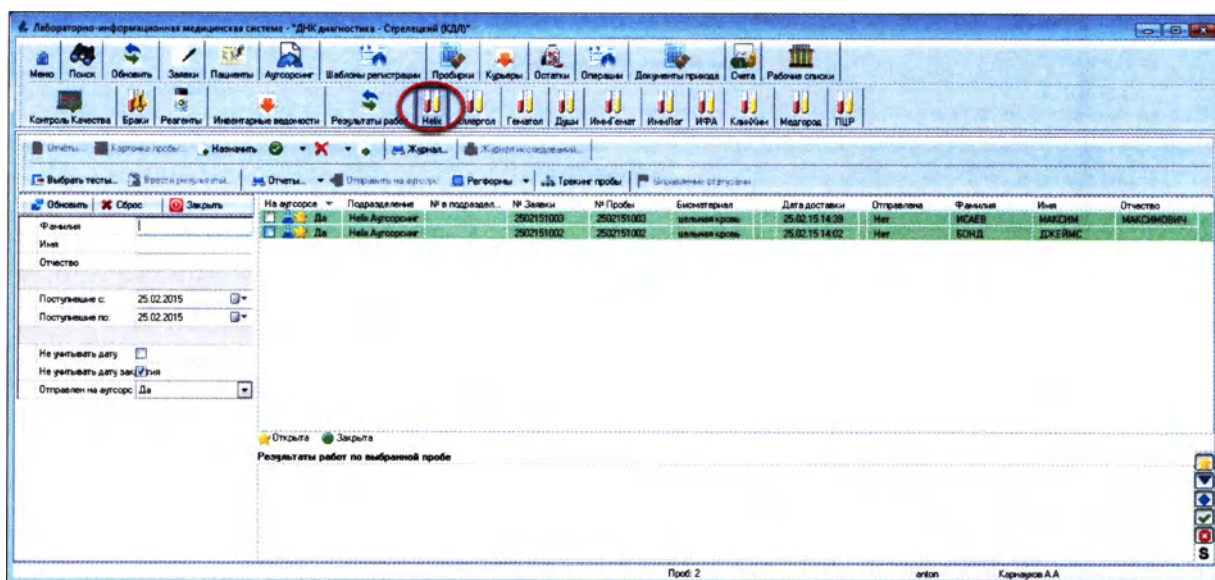

Рисунок 9.1
1. Зайдите в домашний журнал (подразделение) аутсорсера, например «Helix» (Рисунок 9.1):